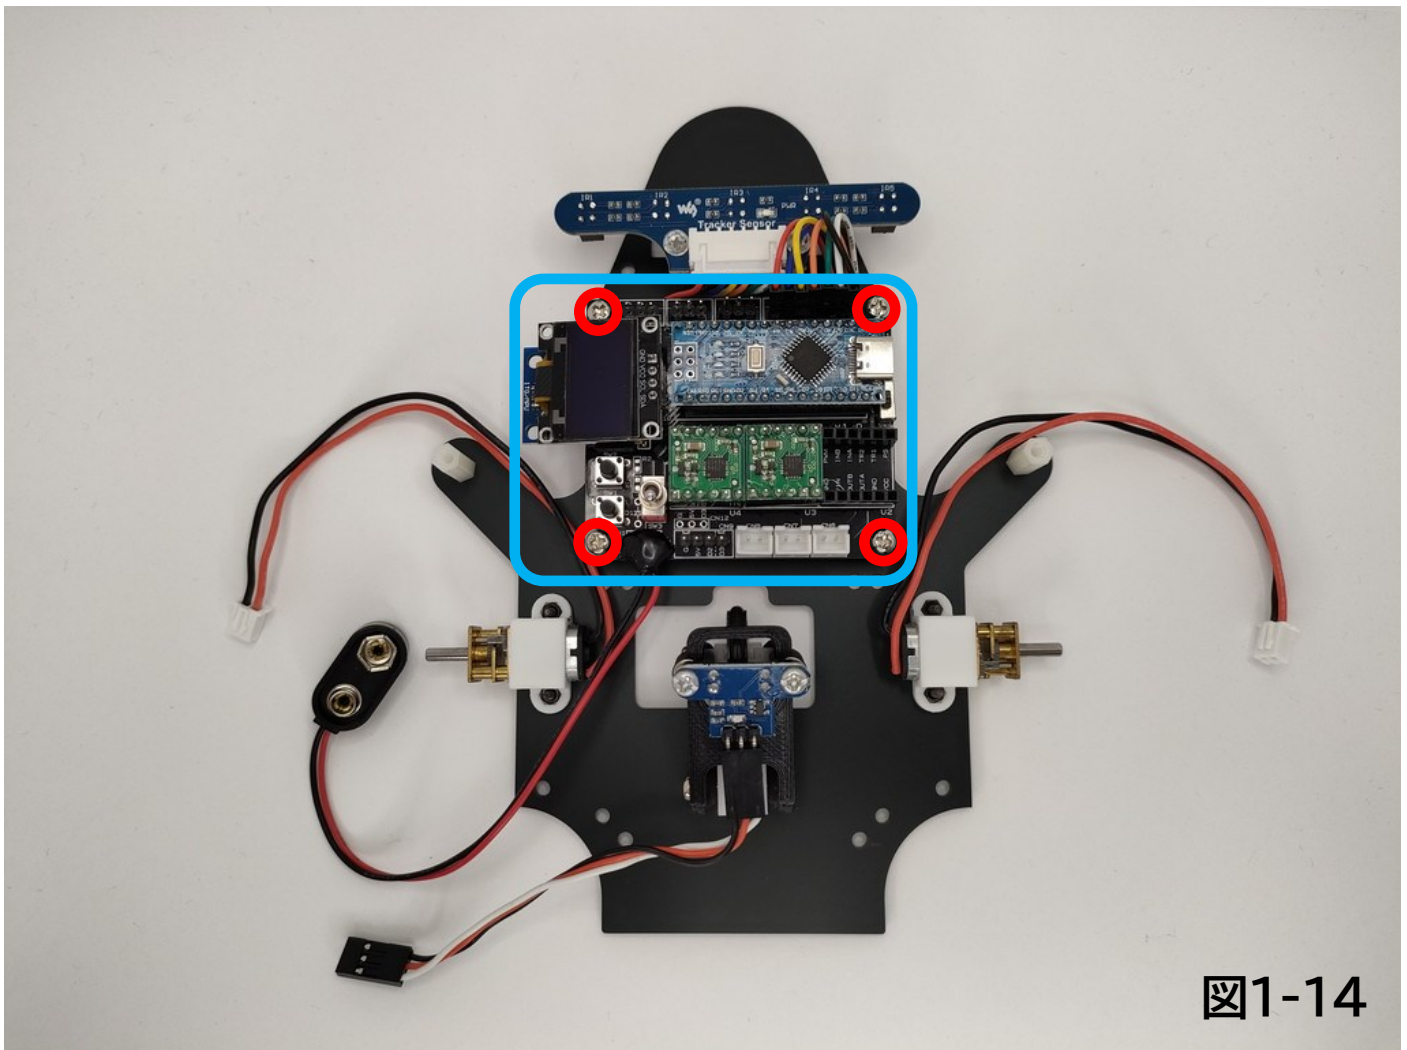

図1-14
5. 「1-③」で組み上げた「モータードライブ基板TypeRTL」を、図1-14の青い枠の位置に置き、赤い丸で囲ったネジ穴にパーツNo.17「金属なベネジ」で固定します。